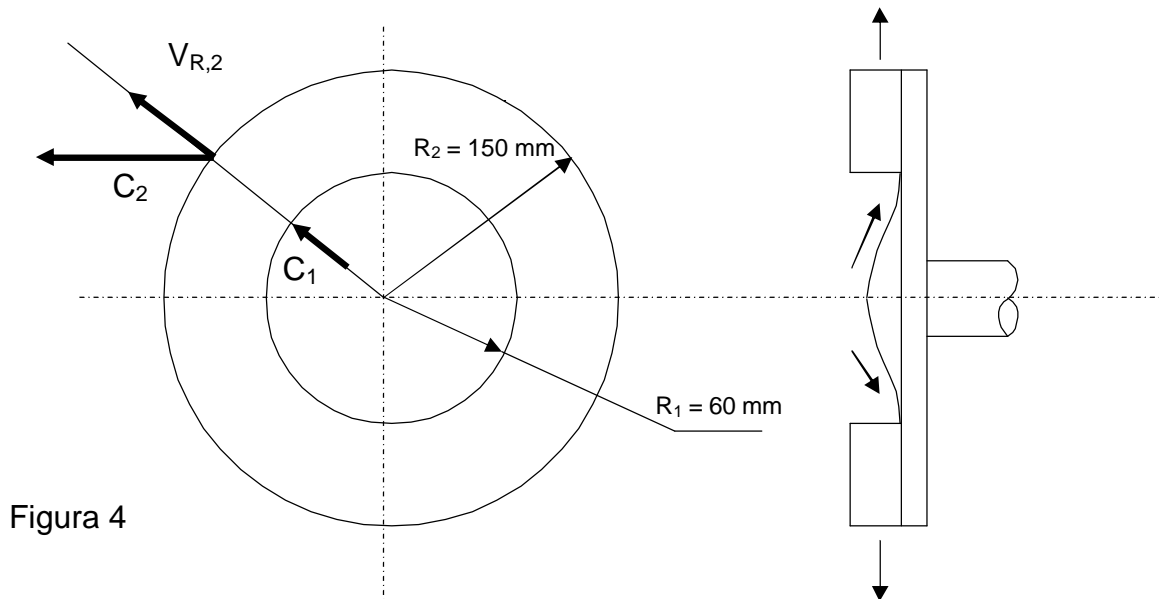

Figura 4
4. La componente radial de la velocidad del fluido que sale del impulsor de la bomba centrífuga mostrada en la figura 4 es  $V_{R,2} = 14 \text{ m/s}$ . La magnitud de la velocidad absoluta a la salida es  $c_2 = 28 \text{ m/s}$ . El rotor gira a 3000 rpm. El fluido entra al impulsor en dirección radial. Calcule el trabajo requerido por unidad de masa del flujo a través de la bomba.